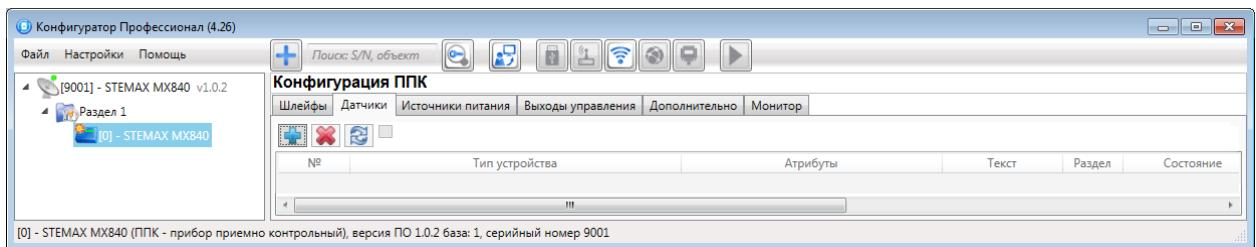

Рисунок 4.35 — Вкладка Датчики
4. В верхней части вкладки Датчики (см. рисунок 4.35) нажмите кнопку и дождитесь, пока программа Конфигуратор Профессионал запишет модуль расширения в конфигурацию контроллера.
1. На вкладке Датчики нажмите кнопку (см. рисунок 4.35).